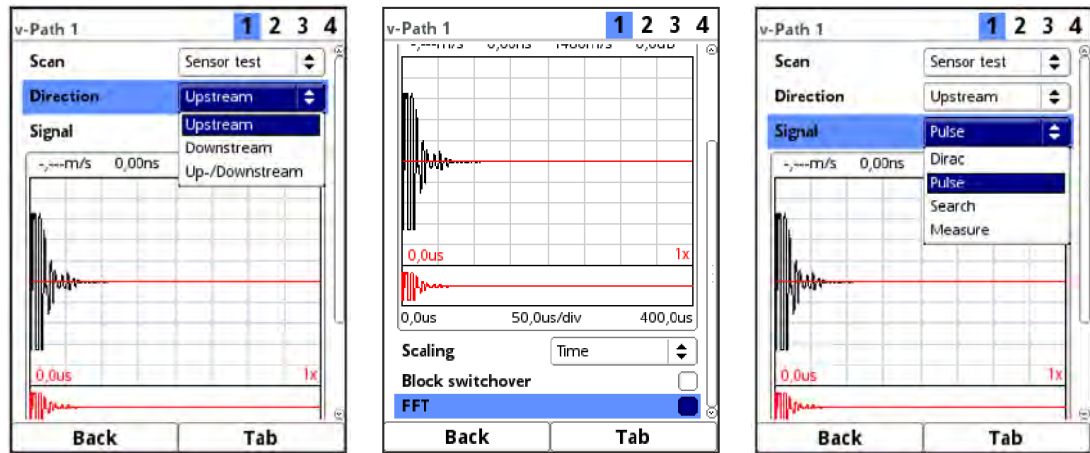

Fig. 45-6 Sensor Test
- **>Sensor Test<** (Fig. 45-6)